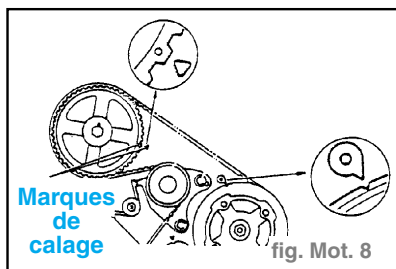

fig. Mot. 8
**Remarque** : Le cylindre **N°1** est au point mort haut dans la course de compression, lorsque les marques sont alignées, comme indiqué sur le schéma. (fig. Mot. 8)